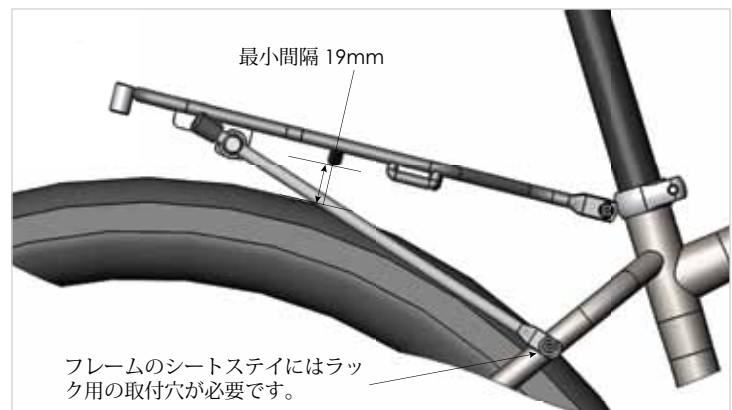

図 14
- シートステイにはラックマウントが必要です(図14)。
- ラックのデッキ部分とタイヤもしくはフェンダーの最高部に最低19mmの間隔が必要です(図14)。